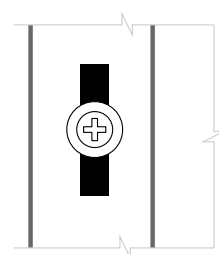

Рис. 19
■ Саморез вкручивается в центр перфорированного отверстия. Если отверстие не попадает на обрешетку, сделайте отверстие просекателем (рис.19).